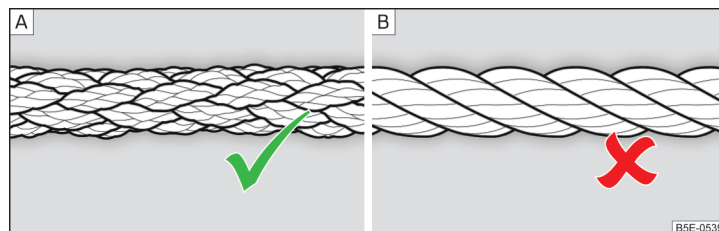

Fig. 337 Cable para remolcar trenzado / Cable para remolcar en espiral
Para remolcar por medio de un cable para remolcar usar solamente un cable de fibra plástica en espiral » fig. 337 - **A** verwenden » **!**
- » fig. 337 - [B], la argolla de remolque puede desenroscarse en el vehículo - ¡Existe peligro de accidente!